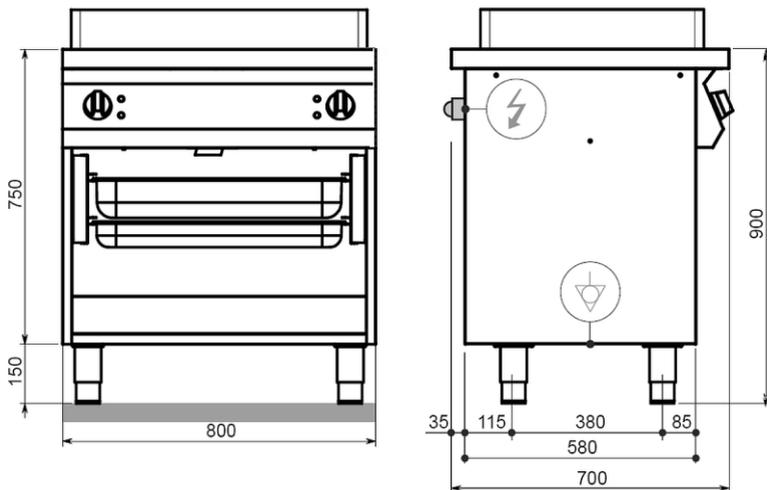

Fig. 3
- Prendre en considération les dimensions de l'appareil lors de l'installation (fig. 3).
- L'appareil doit être raccordé à une liaison équipotentielle ; l'appareil possède sur la paroi arrière une vis correspondante marquée par le symbole «  » (fig. 3), prévue pour le raccordement. Le câble potentiel doit avoir une section min. de 10 mm2.